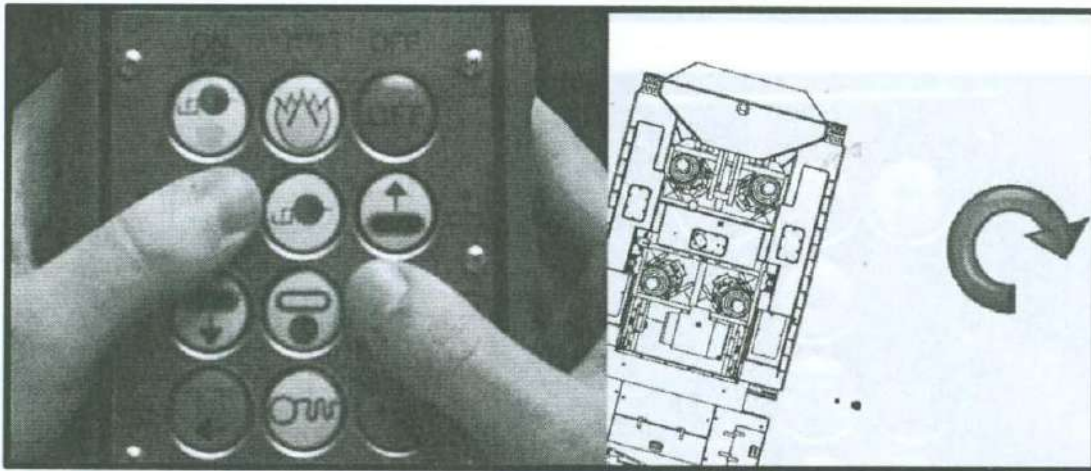

Figura 7D. Botones para girar en dirección de las manecillas del reloj.
- C. En dirección de las agujas del reloj (Oprima el botón TRM FWD (ARR. ADEL) izquierdo y el TRM REV (ARR. ATR) derecho) (Ver figura 7D).